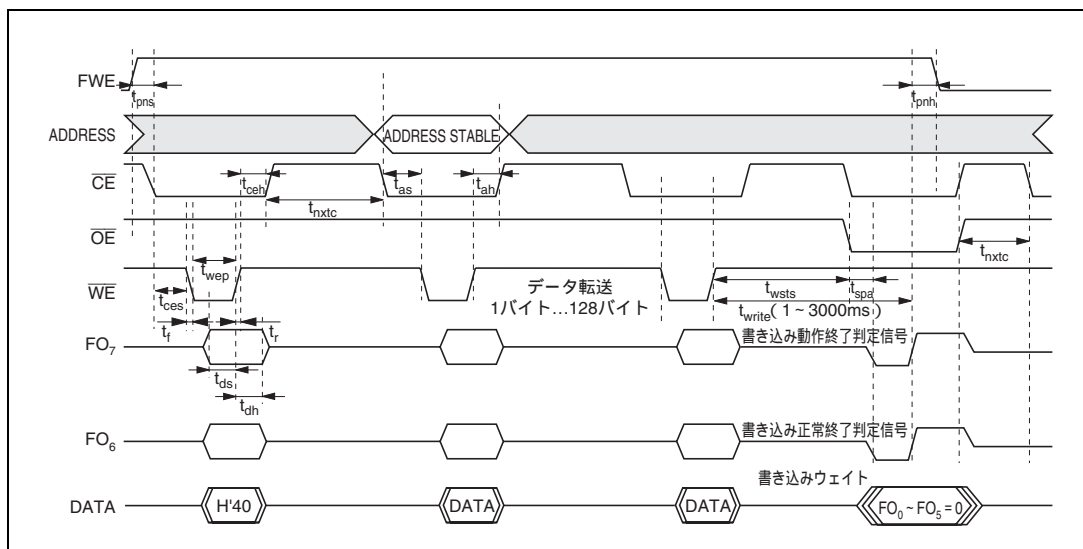

図 17.31 自動書き込みモードのタイミング波形
(2) 自動書き込みモードにおける注意事項
- (d) メモリアドレスの転送は、第2サイクルで行います（図17.31）。第3サイクル以降では転送しないでください。